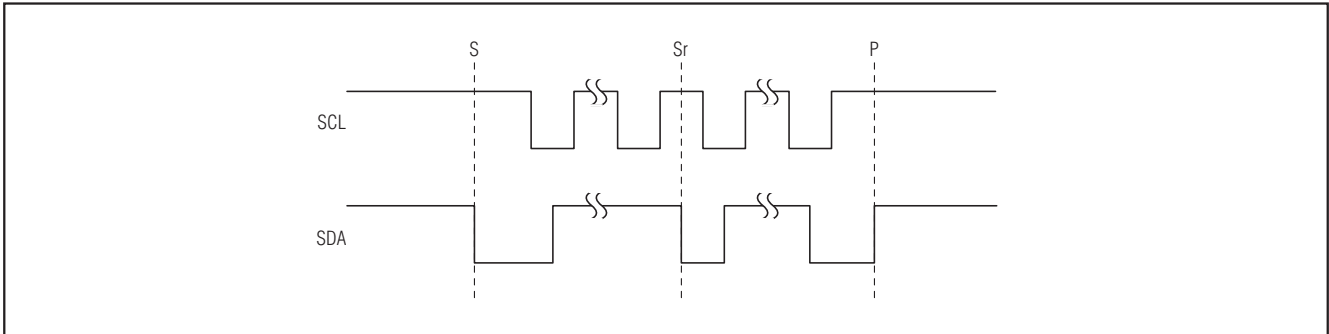

图7. START (S)、STOP (P)和REPEATED START (Sr)条件
总线空闲时，SDA和SCL的空闲状态为高电平。主机通过发送START (S)条件来启动通信，START条件是SCL为高电平时，SDA由高到低的跳变。STOP (P)条件是SCL为高时，SDA由低到高的跳变(图7)。来自于主机的START条件通知MAX9860开始传输。主机通过发送STOP条件终止传输并释放总线。如果产生的是REPEATED START (Sr)条件而不是STOP条件，则总线保持有效。